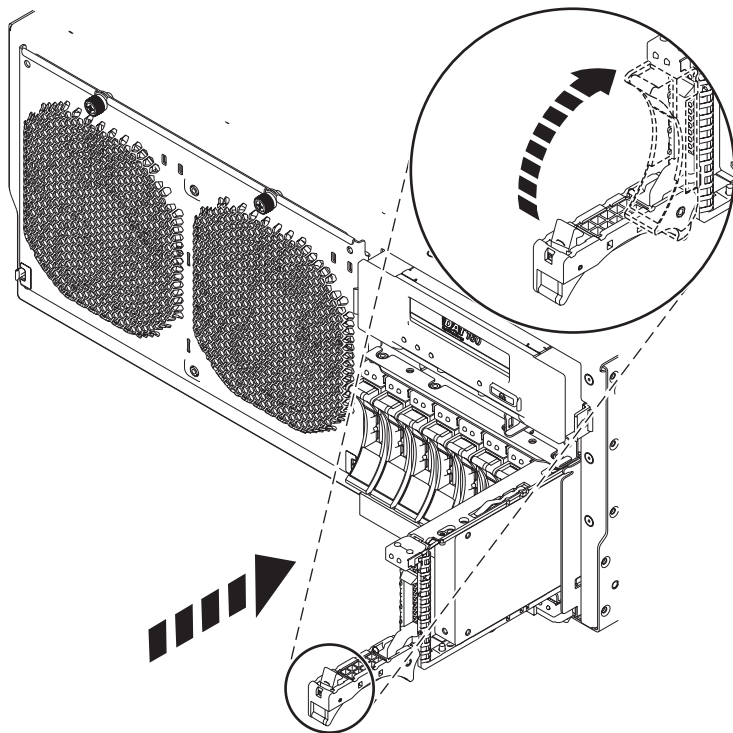

Figura 16. Instal·lació de la unitat de disc al sistema
5. Moveu la unitat fins al fons de la unitat del sistema o de la unitat d'expansió i empenyeu la nansa de la unitat (A) cap a dins fins que quedi encaixada, com es mostra a la Figura 16 a la pàgina 30.